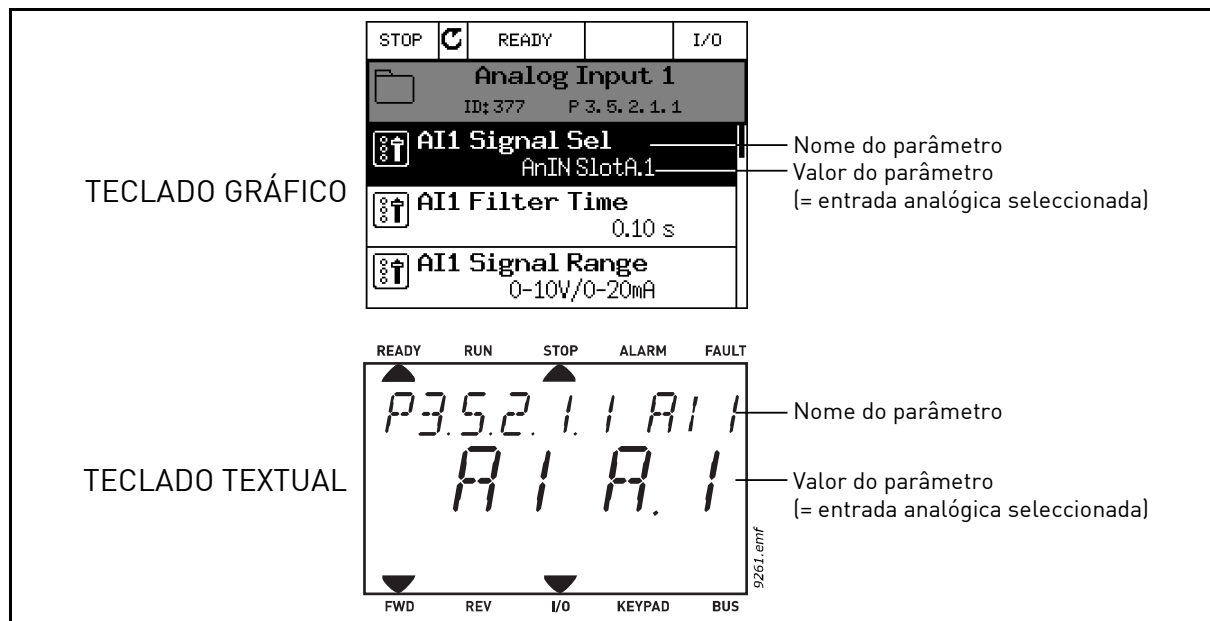

Figura 62.
2. Agora está no modo Editar visto que o valor da ranhura ENTdig RanhuraA . está intermitente e sublinhado. (Caso tenha mais entradas digitais disponíveis nas E/S, por exemplo, por meio de placas opcionais instaladas nas ranhuras C , D ou E , estas também podem ser seleccionadas aqui.) Consulte a Figura 62.	2. Agora está no modo Editar visto que a letra d está intermitente. (Caso tenha mais entradas digitais disponíveis nas E/S, por exemplo, por meio de placas opcionais instaladas nas ranhuras C , D ou E , estas também podem ser seleccionadas aqui.) Consulte a Figura 62.